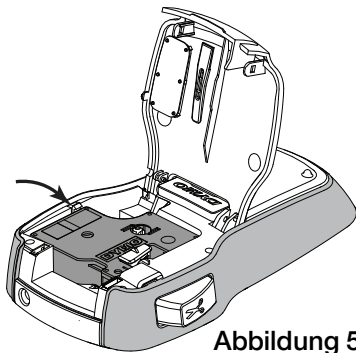

Abbildung 5
- 3 Legen Sie die Kassette ein, und drücken Sie vorsichtig dagegen, bis die Kassette einrastet. Siehe Abbildung 5.